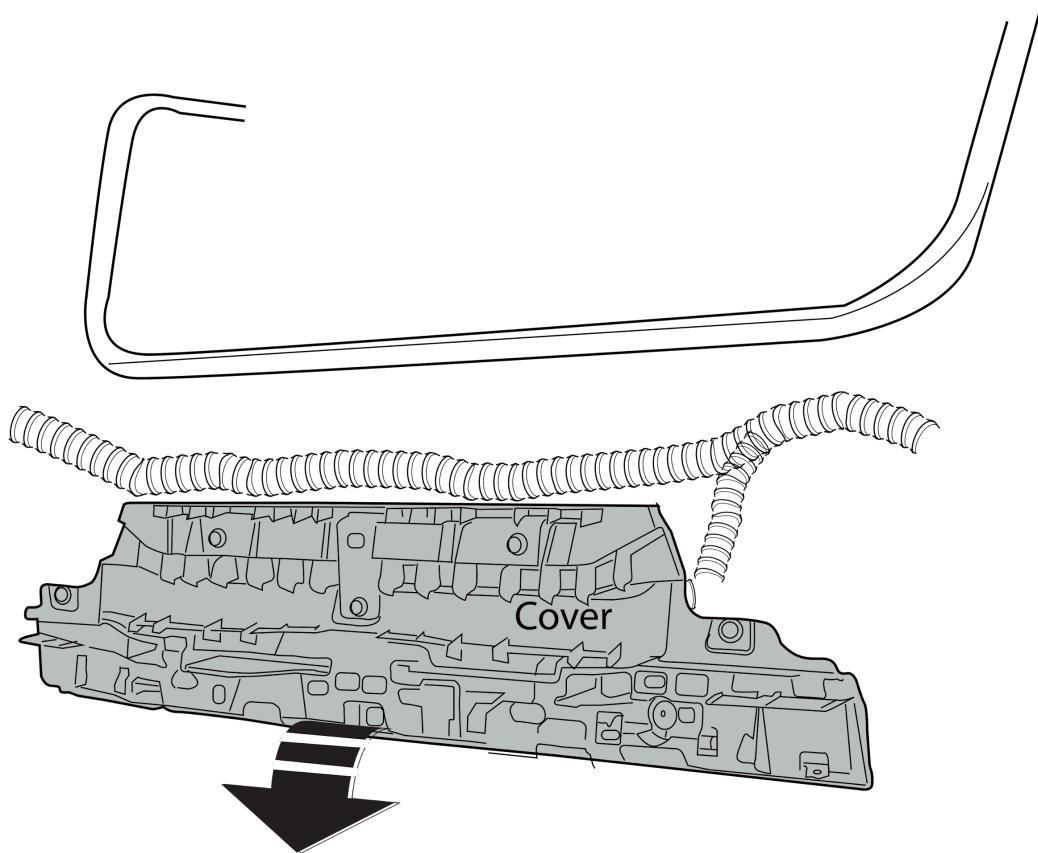

Fig. 2
- Снять указанные детали. См. рисунок 2.